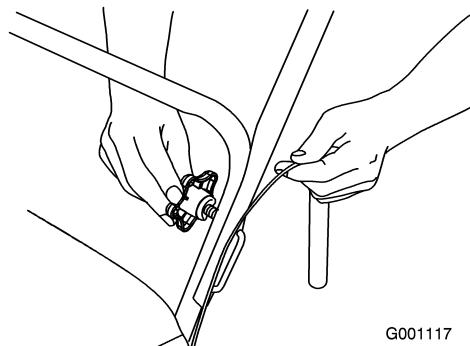

Figure 6
5. Introduisez complètement les boulons du guidon (Figure 6).
Important: Vérifiez que le câble de commande n'est pas coincé (Figure 6).